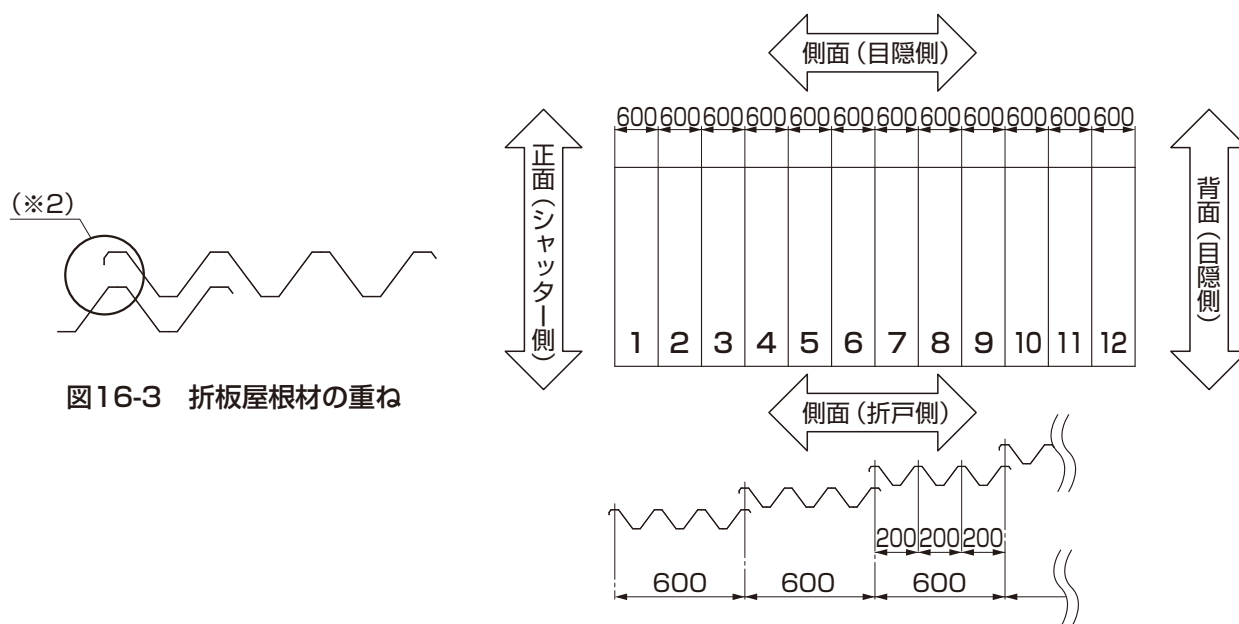

図16-3 折板屋根材の重ね
- 折板屋根材は、正面から重ねていく場合は、必ず山の端部が深い方（※2）を前にして重ねてください。（図16-3参照）